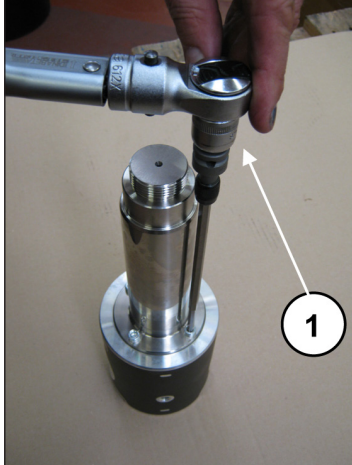

Fig. 51
Bloquer le guide de piston dans un étau à l'aide d'un outil spécial et serrer les vis à l'aide d'une clé dynamométrique (rep. ①, Fig. 51) selon les explications figurant au chapitre 3.